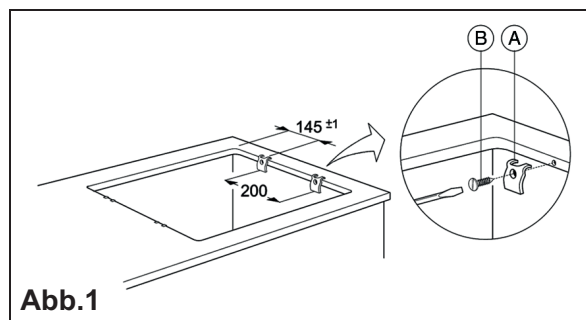

Abb. 1
Bei einer Arbeitsplatte aus Holz verwenden Sie die mitgelieferten Befestigungsklammern (A) und Schrauben (B) (Abb. 1).